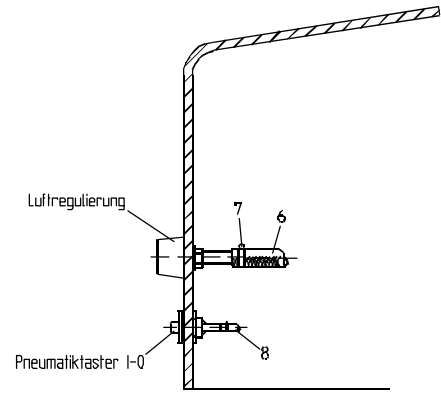

Bild 2
8. Gewebeschauch (6)  $\varnothing$  14 mm, für Luftperlbad, auf die Tülle der Luftregulierung aufstecken und mit Klemme (7) befestigen (siehe Bild 2). Der Anschluß befindet sich in der Abdeckhaube.
9. Kunststoffschlauch (8)  $\varnothing$  9 mm vom Pneumatiktester auf die Tülle des Druckwandlers am Schaltkasten aufstecken.
Beim Aufsetzen der Haube darauf achten, daß diese sauber über dem Positionsschalter einrastet (siehe Bild 2). Die Haube dann an der Grundplatte befestigen, erst dann ist der Stromkreis geschlossen, wenn der Positionsschalter gedrückt ist.
1. Das Ein- und Ausschalten der Anlage wird durch Druck auf den in der Haube eingebauten Pneumatiktaster vorgenommen (Bild 2). Der Taster kann vom Becken aus betätigt werden.
2. Die Luftregulierung ermöglicht es, über die Düse Luft anzusaugen um so einen Perlbadeffekt zu erreichen. Die Luftmenge ist vom Becken aus einstellbar (Bild 2).